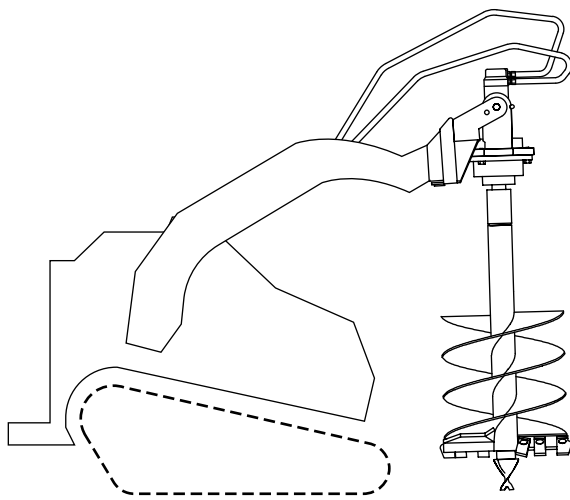

Figura 6
8. Levante la barrena del suelo (Figura 6).
9. Cuando la barrena esté en posición vertical, incline la placa de enganche hacia atrás hasta que el cabezal de transmisión entre en contacto con la placa de enganche para estabilizar la barrena y evitar que se balancee libremente (Figura 6).